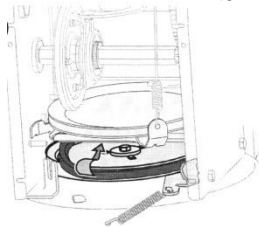

Fig. 18
● Freza este atașată la axul în spirală cu două știfturi de siguranță și un știft spintecat. Dacă freza atinge un obiect străin sau o acumulare de gheață, aruncătorul este proiectat de așa natură caștifturile să se rotească. Vezi Fig. 18.
5. Strecurați cureaua de direcție printre roata de fricțiune și disclucasteia. Vezi Fig. 18.